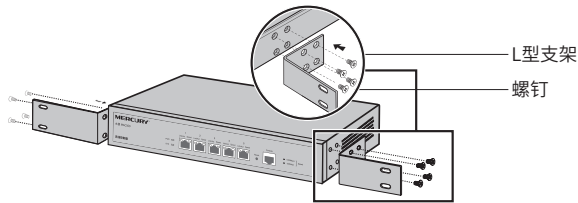

图3-2 支架安装示意图
2. 将配件中的两个L型支架分别安装在无线控制器面板的两侧,并用配件中提供的螺钉固定,如图3-2所示;